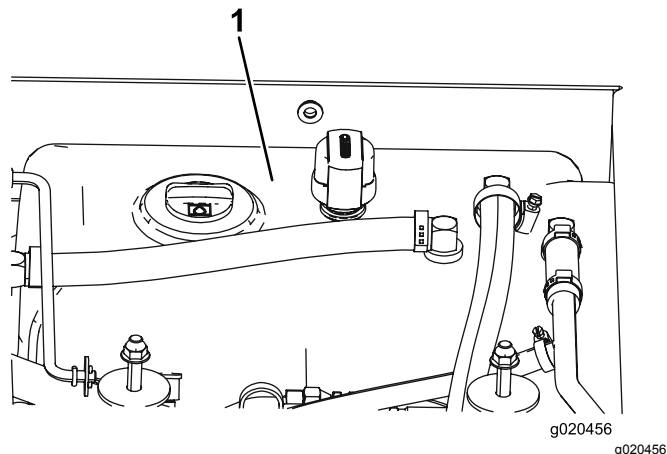

Figura 117
4. Llene el depósito (Figura 117) con fluido hidráulico; consulte Comprobación del fluido hidráulico (página 81).